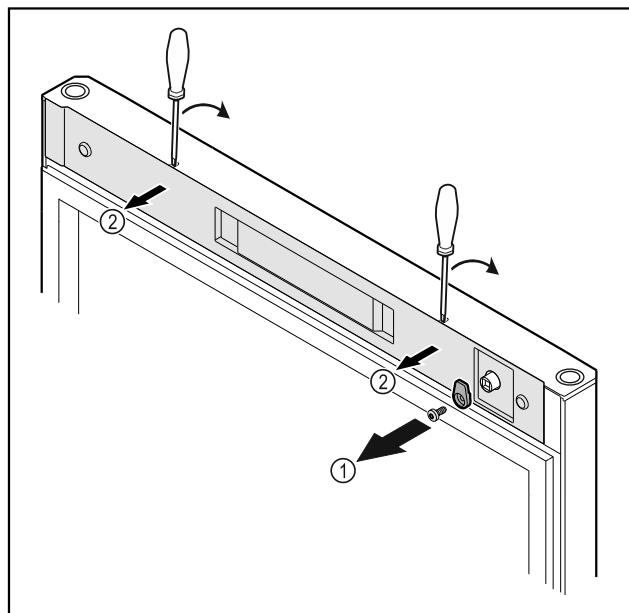

Fig. 20
▶ 拧下锁钩 Fig. 20 (1)。
▶ 使用小型螺丝刀松开并取下盖板 Fig. 20 (2)。